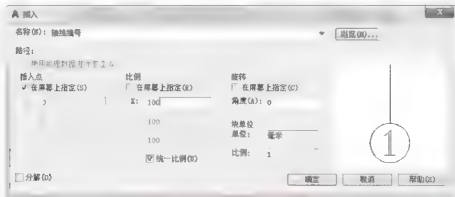

图 4.121 【插入】对话框
(1) 插入定位轴线编号：1:1 模板内的图块是按照 1:1 的比例制作的，所以插入到 1:100 的剖面图内时，须将图块沿 X、Y 方向等比例放大 100 倍。
① 执行菜单栏上的【插入】|【块】命令（快捷键 I），弹出【插入】对话框。按照图 4.121 所示设置对话框，然后单击【确定】按钮关闭对话框。